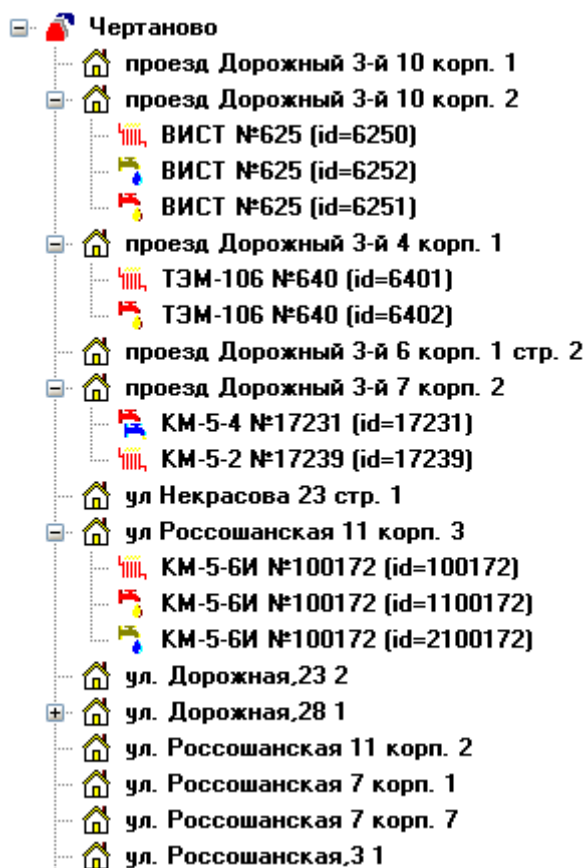

Рис. 19. Дерево объектов диспетчерской системы.
11. Нажать кнопку «Сформировать дерево объектов» . При этом на панели справа в главном окне программы отобразится структура диспетчерской системы в виде дерева, на котором наглядно видны приборы учета и их расположение на объектах диспетчерской (Рис.19).